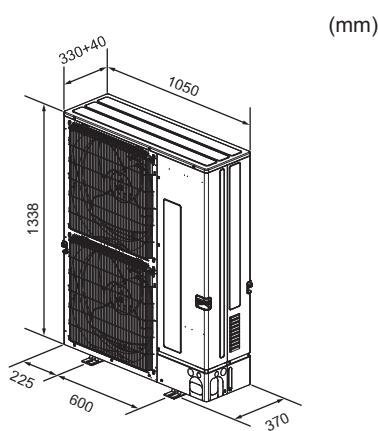

Fig. 2-2
2.3. Dış ölçüler (Dış ünitesi) (Fig. 2-2)